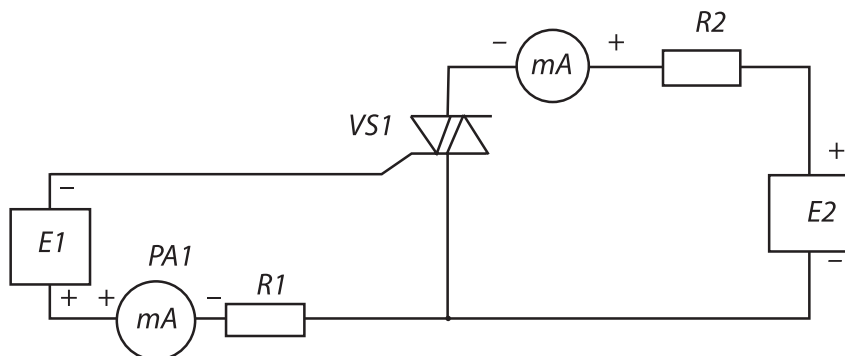

Рис. 4.3
10.1. Собрать схему рис. 4.3. Установить $R1 = 100 \text{ Ом}$, $R2 = 120 \text{ Ом}$, напряжение $E2 = 25 \text{ В}$. Поднимая напряжение $E1$, определить ток I_{y1} управляющего электрода, при котором включается симистор.